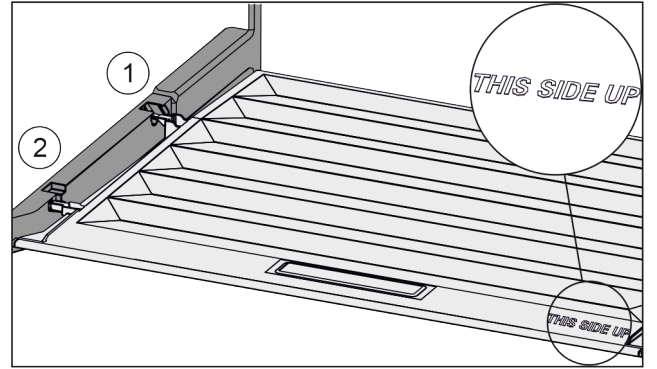

Fig. 59
- Kapak çıkıntılarını arka tutucunun Fig. 59 (1) açıklığı üzerinden içeri sokun ve öndeki tutucuya Fig. 59 (2) oturtun.